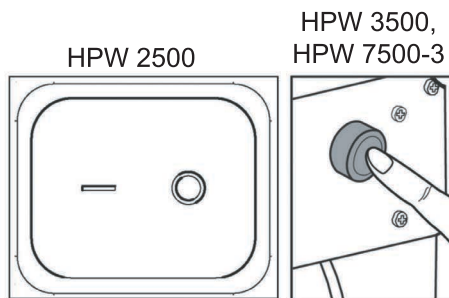

Рис. 11
11.Включите мойку, нажав на кнопку выключателя (рис. 11). Нажмите на курок пистолета и дождитесь, пока из распылительной насадки пистолета пойдет неразрывная струя воды. Отпустите курок пистолета. Мойка готова к работе.